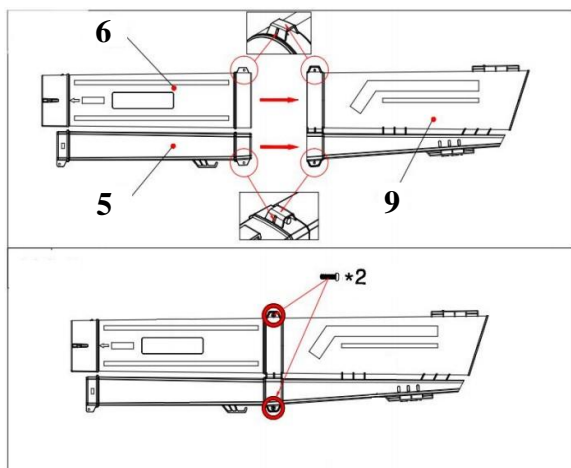

Fig. 2
- Allineare i tubi superiori (5, 6) e inferiori (8, 9) dell'attrezzatura come illustrato nella Fig. 2, quindi collegare insieme i tubi.